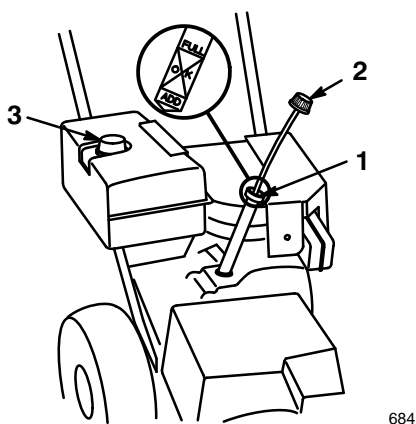

Abbildung 13
1. Den Bereich um den Peilstab herum reinigen (Abb. 13).
2. Den Peilstab aus dem Kurbelgehäuse herausziehen (Abb. 13).
1. Den Bereich um den Kraftstofftankdeckel herum reinigen (Abb. 13).